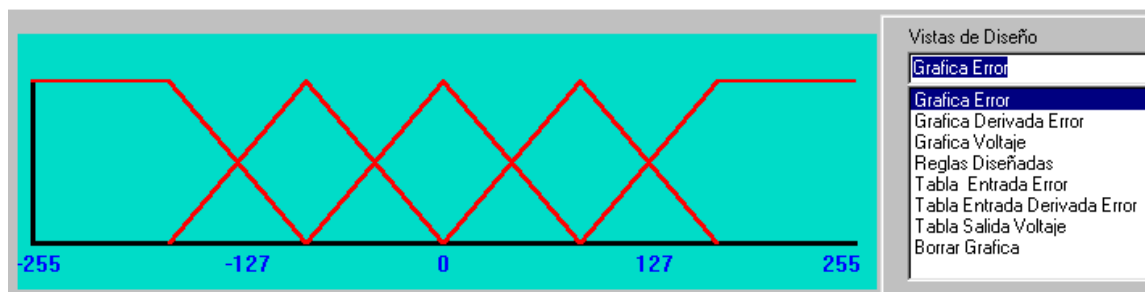

Figura 11. Grafica del error
- Grafica Error, mostrara en pantalla los conjuntos definidos por el usuario de la variable lingüística Error. Ver Figura 11.